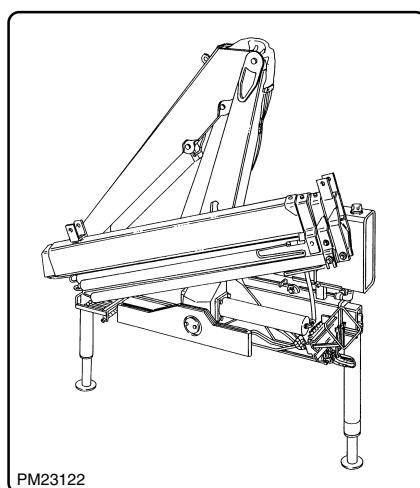

fig. 8.19.2
- c) chiudere tutti i martinetti (compresi gli stabilizzatori) mettendo la gru in posizione di riposo (fig. 8.19.2) e ripetere l'operazione di svuotamento del serbatoio;
- c) close all the cylinders (including the outriggers) to put the crane into rest position (fig. 8.19.2) and repeat the operation of the oil change;*